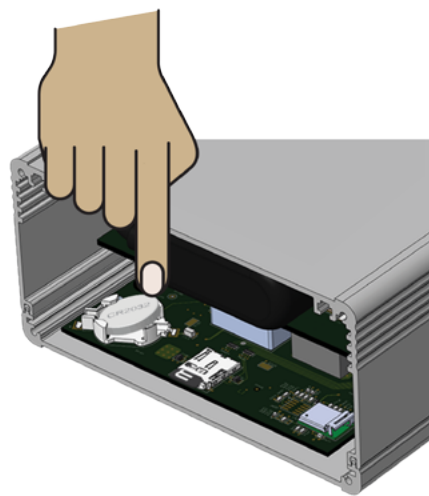

Abbildung 23: Neue Knopfzelle einsetzen
- Setzen Sie eine neue Batterie schräg ein (siehe Abbildung 23). Drücken Sie auf die Oberseite der Batterie, bis sie einrastet. Die Batterie rastet nicht ein, wenn sie falsch eingesetzt ist.